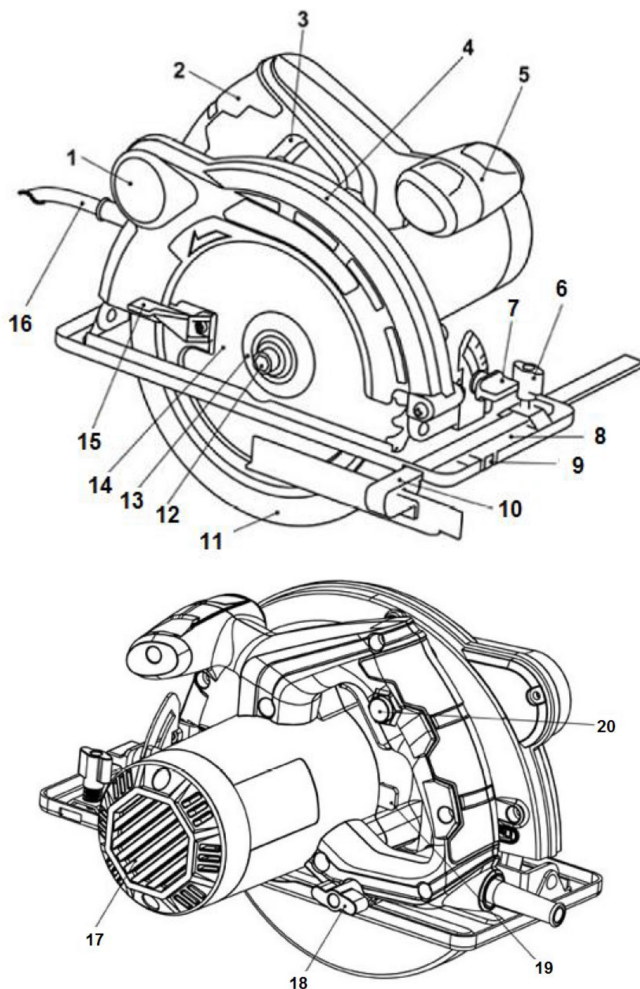

Рис. 1
2. Зафиксировать пильный диск с помощью рычага фиксации шпинделя (поз. 19, Рис. 1).
3. С помощью ключа (поз. 2, Рис. 2) открутить болт (поз. 12, Рис. 1).
4. Отвести подвижный защитный кожух диска (поз. 11, Рис. 1) назад до упора и зафиксировать его.
5. Снять прижимной фланец (поз. 13, Рис. 1) и пильный диск (поз. 14, Рис. 1).
Для регулировки глубины распила ослабьте винт фиксации регулировки глубины пропила (поз. 18, Рис. 1). Передвижением опорной платформы вверх или вниз отрегулируйте необходимую глубину пропила. После регулировки глубины распила зафиксируйте винт фиксации глубины распила.
Ослабьте винт фиксации угла наклона диска (поз. 7, Рис. 1). Передвижением опорной платформы установите необходимый угол наклона диска, ориентируясь по градуированной шкале. После регулировки угла наклона диска зафиксируйте винт фиксации угла наклона диска.
Для регулировки параллельного упора (поз. 10, Рис. 1) ослабьте винт фиксации параллельного упора (поз. 6, Рис. 1) и отрегулируйте ширину распила, передвигая направляющую вправо или влево.
1. Установите пилу (опорную платформу) на пиломатериал и выровняйте положение пильного диска по отношению к линии пропила, пользуясь для этого прорезями для визирования (поз. 9, Рис. 1). Если пильный диск не наклонён, совмещайте линию пропила с прорезью «0» для визирования, при пилении под наклоном (45°) совмещайте линию пропила с прорезью «45» и для визирования.
2. Сначала включите циркулярную пилу. Для этого нажмите кнопку защитной блокировки выключателя (поз. 20, Рис. 1) и не отпуская нажмите на выключатель (поз. 3, Рис. 1). Дайте пиле набрать максимальные обороты, после чего начинайте обработку пиломатериала.
Для подключения пылесоса подсоедините шланг пылесоса к патрубку (поз. 1, Рис. 1).